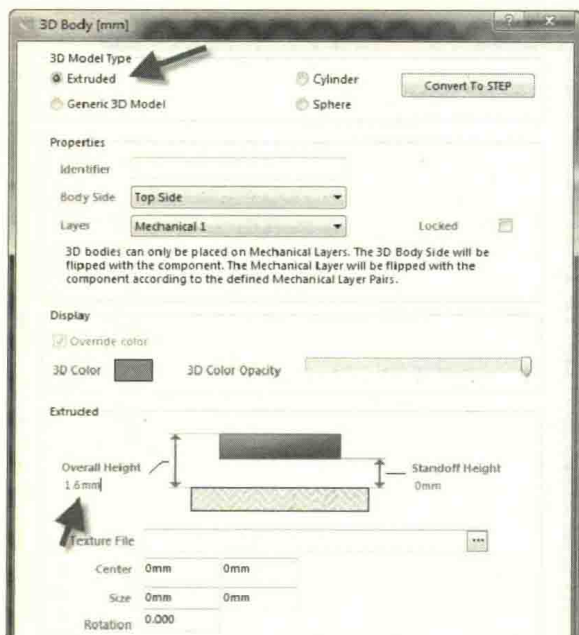

图 12-31 3D 模型模式选择及参数设置对话框
(1) 从 12.5.1 节的规格数据中可以读取此封装的高度=A=1.6mm。
(2) 在 PCB 库编辑界面中，执行菜单命令“Place-Place 3D Body”，在弹出的 3D 模型模式选择及参数设置对话框中，输入高度参数信息，如图 12-31 所示。